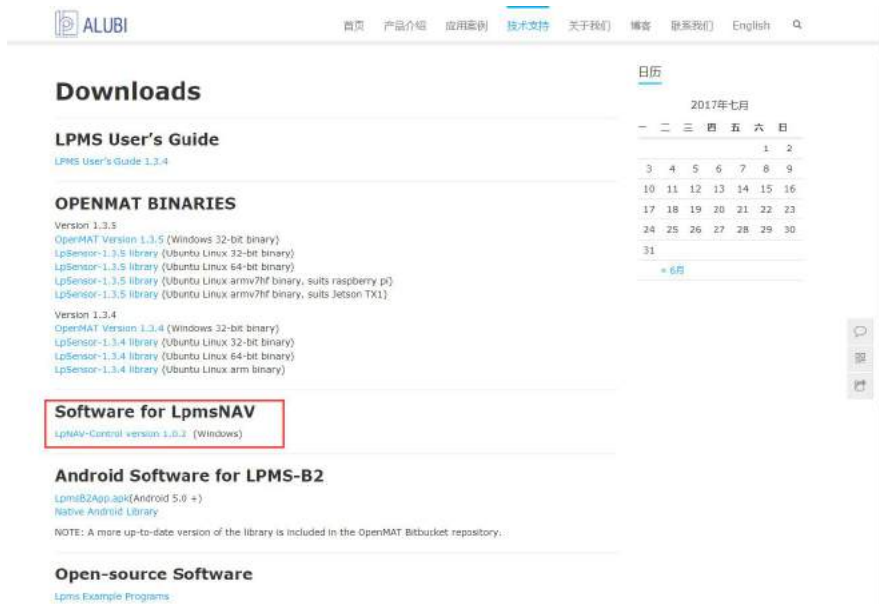

图 7.1.在我司官网上下载对应上位机软件
- 1) 在 PC 上安装 LpNAV-Control-V1.0.2（在我司官网上可下载：技术支持->下载中心，如图 7.1）。